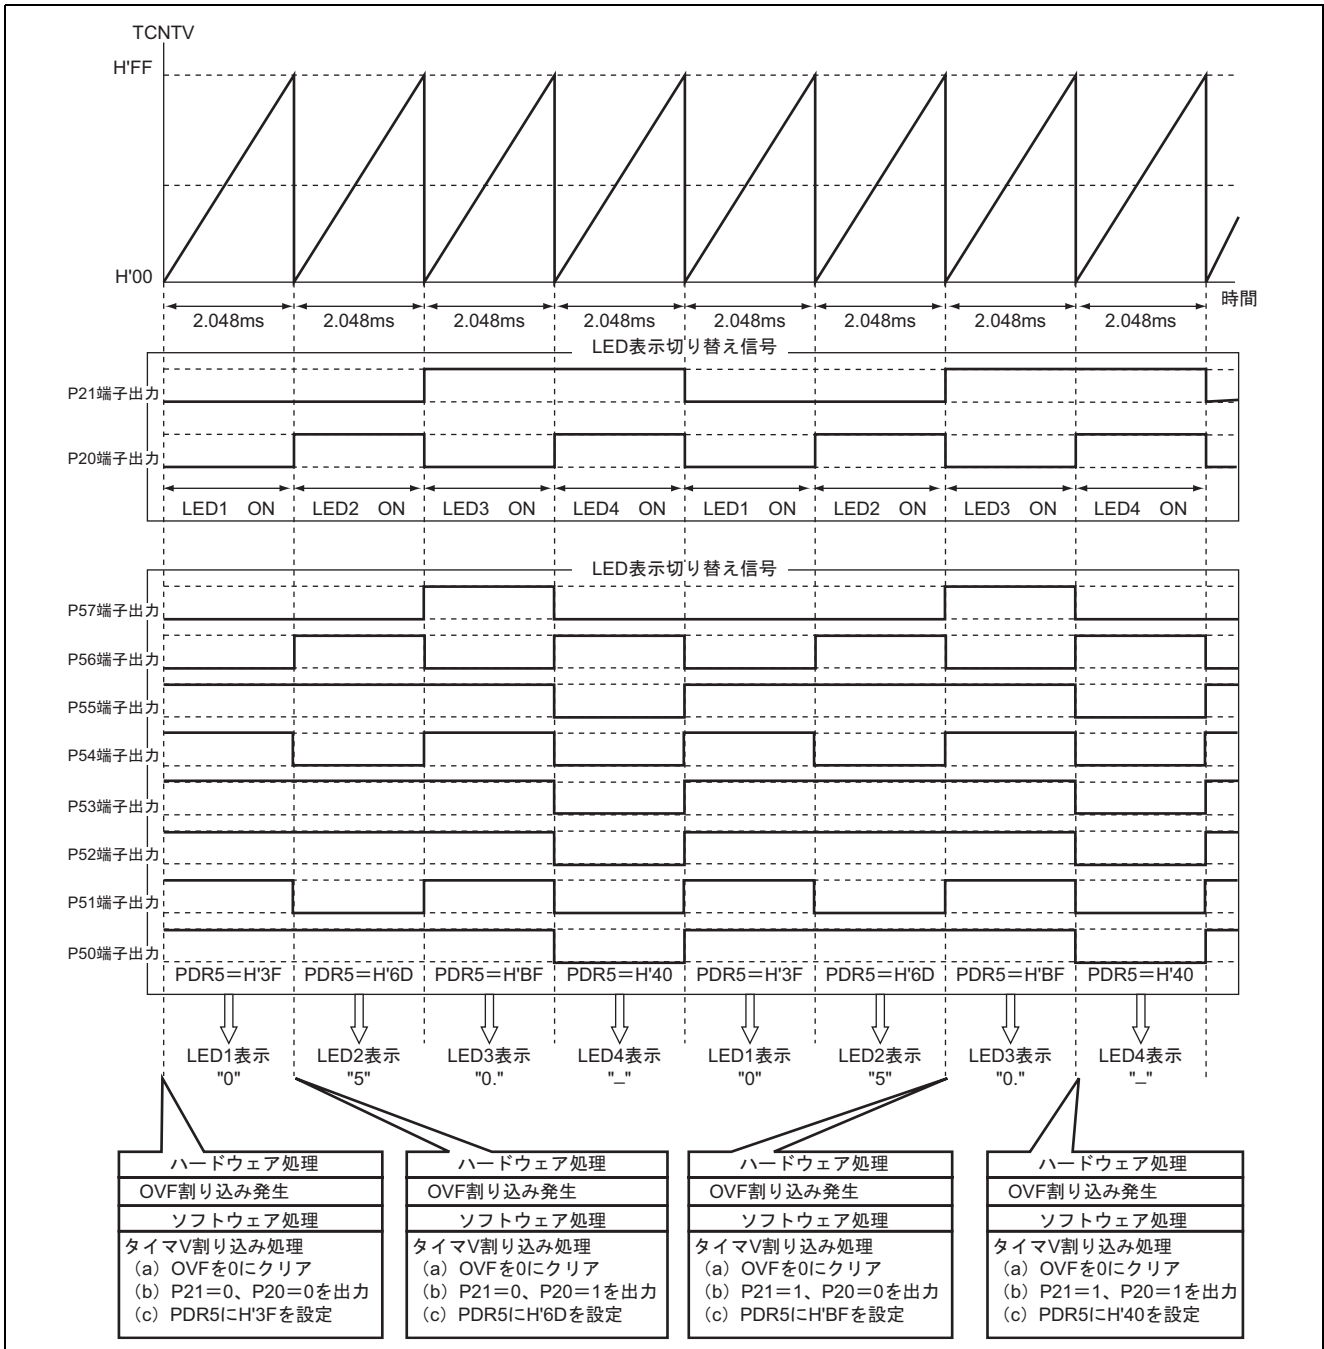

図 3.2 7セグメントLED表示制御の動作原理
2. 7セグメントLEDの表示制御の動作原理について説明します。図3.2はLED4~LED1に"-0.50"を表示する場合の動作原理について説明しています。図3.2に示すようにタイマVオーバーフロー周期ごとにLED1~LED4を順番に表示させることにより7セグメントLEDのダイナミック表示を行っています。